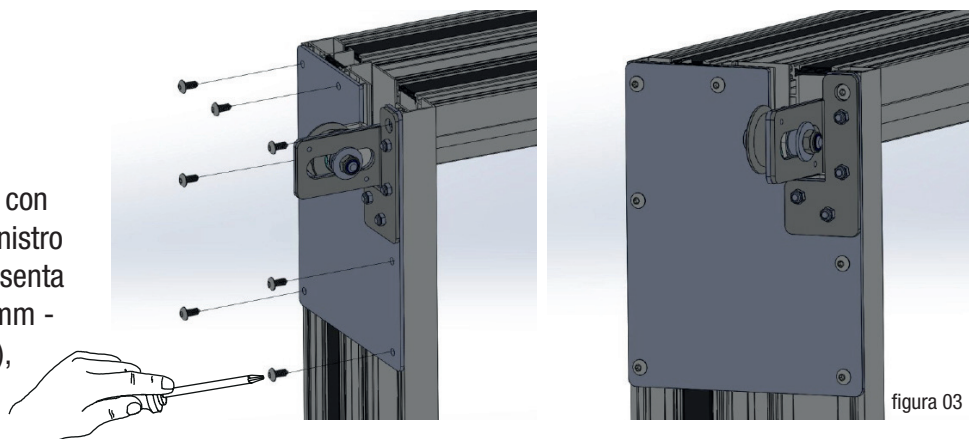

figura 03
1. Fissare la piastra assemblata con la puleggia condotta al montante sinistro del telaio lato interno, la piastra presenta fori passanti di diametro pari a 5.5mm - viti non in dotazione (vedi figura 03), la sporgenza della motrice è pari a 90mm.